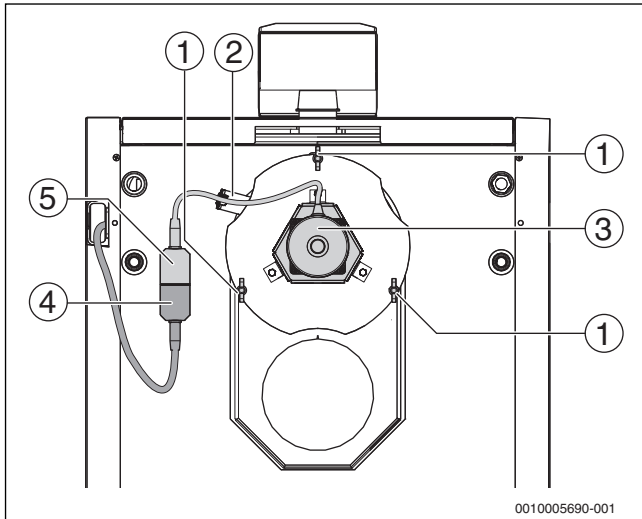

Рис. 37 Монтаж вытяжного вентилятора
- ▶ Закрепите провод вытяжного вентилятора держателем (→ рис. 37, [2], стр. 38).